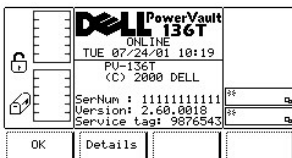

Abbildung 121. Menü "Main" > "More" > "About"
- 1 Das About-Menü wird angezeigt. Das Menü verfügt über zwei Auswahlmöglichkeiten (siehe Abbildung 121).